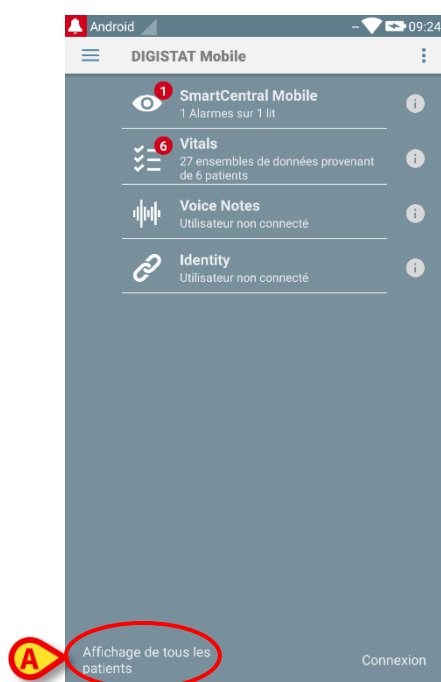

Fig 22
- Taper sur l'indication "mode" dans le coin inférieur gauche de l'écran (Fig 22 **A** - cette indication montre le mode d'application actuel, à savoir soit "Tous les Patients" ou "Mes Patients" ou "Un Patient", voir paragraphe 5.8 pour des explications plus détaillées).